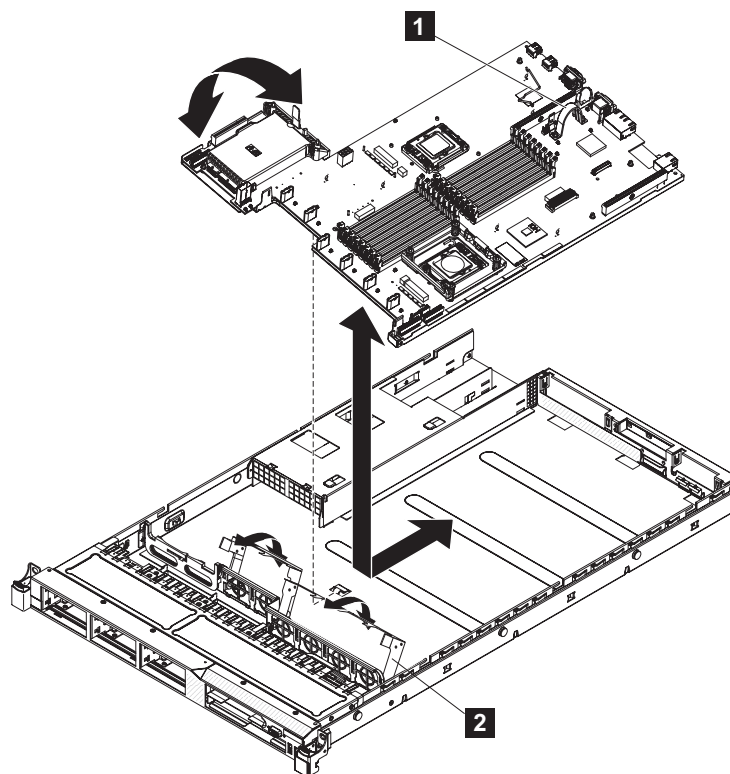

図 264. SAN ボリューム・コントローラー 2145-CF8 システム・ボードの取り外しと再取り付け
17. システム・ボード・ハンドル (図 264 の **1**) をつかみ、システム・ボードをスライドさせてノードの後部から離します。システム・ボードの電源機構ユニットに近い方の側面を少し持ち上げて、ロケーター・ピンから外します。次に、図 264 に示すように、システム・ボードをノードの左方に少しスライドさせます。